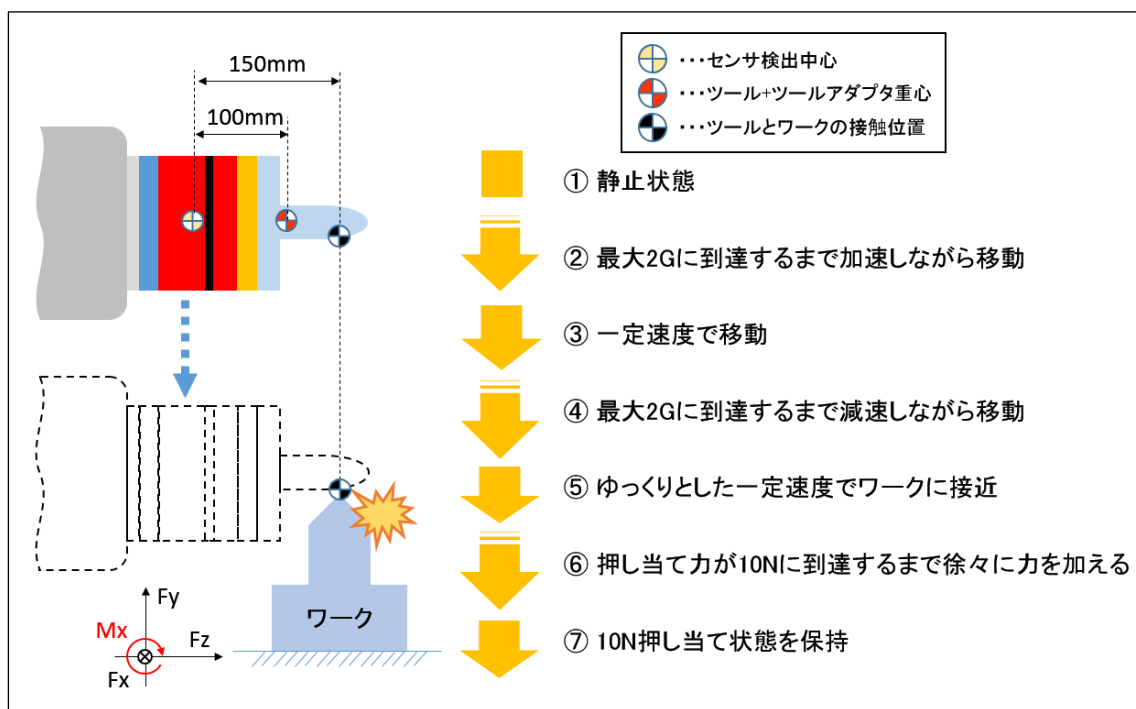
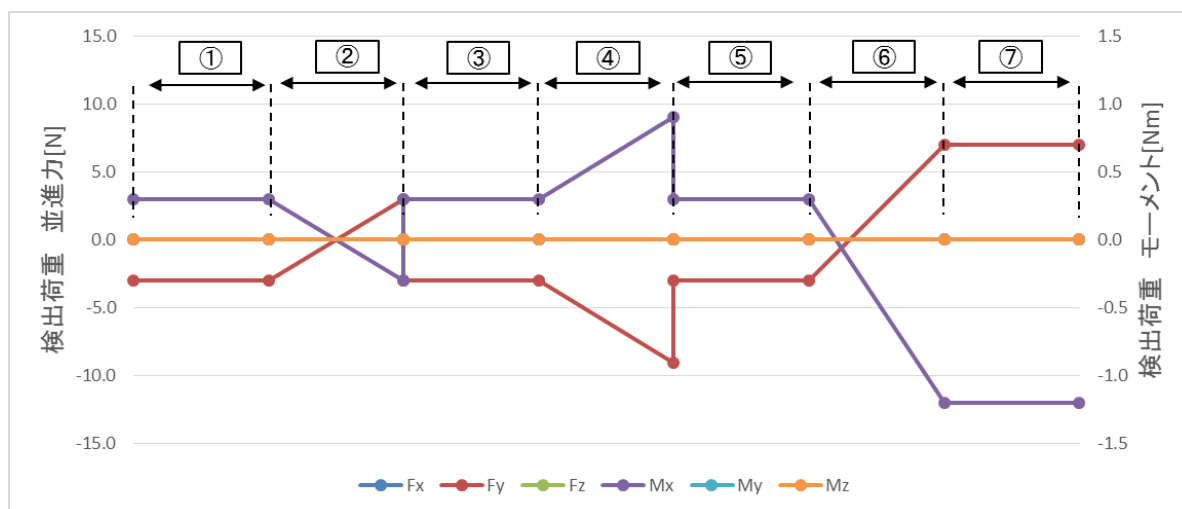

図 7.3 7ステップの動作
図 7.4 出力変化(グラフ)
ロボットハンドが横向きでワークの位置まで移動し、ツールをワークへ 10 N で押し当てる動作を行った場合のセンサ出力値の変化を示します。動作は①～⑦までの 7 ステップに分けられ、各ステップの動作は図 7.3 の通りです。出力値の変化を図 7.4 と表 7.2 に示します。